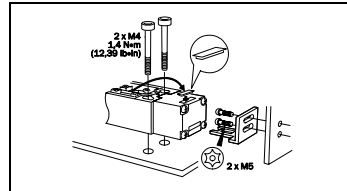

Fig. 1: Montaje del interruptor de seguridad
- Apretar el interruptor de seguridad con los tornillos 2 × M4 con 1,4 Nm (ver Fig. 1).